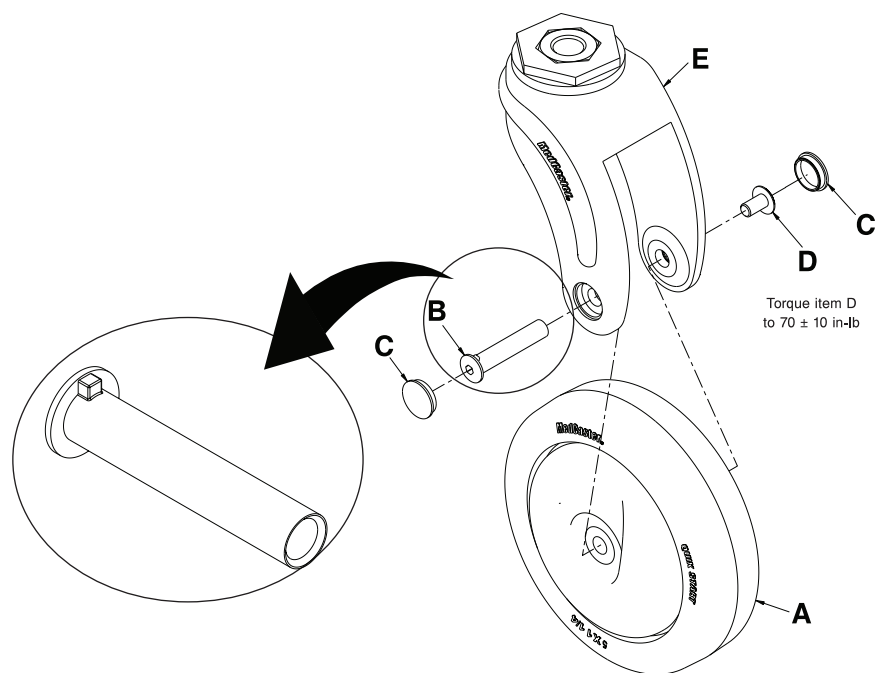

Figura 5-25: Substituição do rodízio anterior
2. Com um gancho, retire e guarde as tampas das porcas do eixo cilíndrico do rodízio (C) (Figura 5-25 na página 5-43).
3. Com duas chaves sextavadas de 5/32", retire a porca do eixo cilíndrico (B) e o parafuso do eixo (D). Guarde a porca do eixo cilíndrico e o parafuso do eixo. Quando voltar a instalar o parafuso do eixo, utilize uma chave dinamométrica de 3/8" para apertar o parafuso do eixo (D) até  $70 \pm 10$  in-lb ( $8 \pm 1,1$  Nm).
4. Agarre no rodízio (A) e puxe-o para fora para retirá-lo da forquilha (E). Elimine o rodízio.
**Nota:** A cabeça da porca do eixo cilíndrico (B) só encaixa numa posição (Figura 5-25 na página 5-43). Alinhe correctamente a porca na forquilha do rodízio (E) durante a reinstalação.